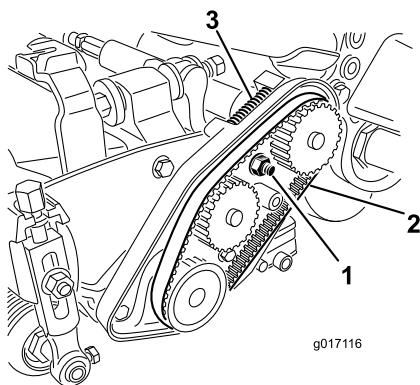

Figura 42
- A. Allentate il dado di montaggio della sede del cuscinetto (Figura 42).
- C. Pulite da qualsiasi detrito l'interno della sede della cinghia e l'area attorno alla molla di compressione (Figura 42).